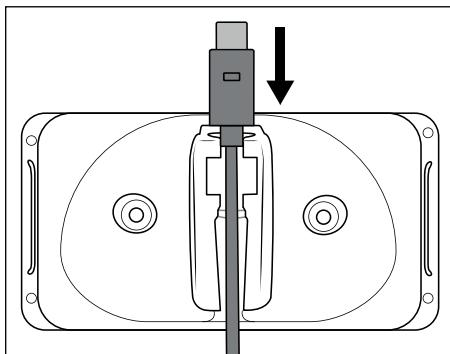
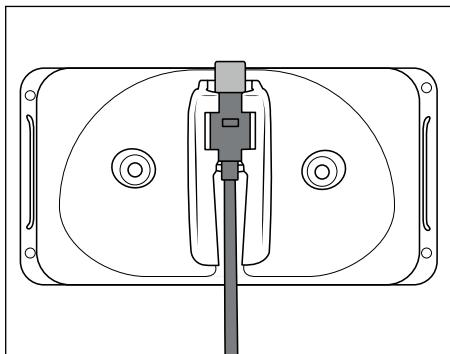

Fig. 1
Fig. 2
- Sørg for, at der ikke er strømledninger eller andre ledninger eller rør i væggen, hvor du vil bore huller til vægholderen ③. Det er livsfarligt, hvis du borer i en strømførende ledning!
- 1) Sæt USB-C-stikket ⑤ på USB-ladekablets ④ ind i vægholderen ③ (se fig. 1). Skub USB-C-stikket ⑤ ned, indtil det klikker på plads i vægholderen ③ (se fig. 2).